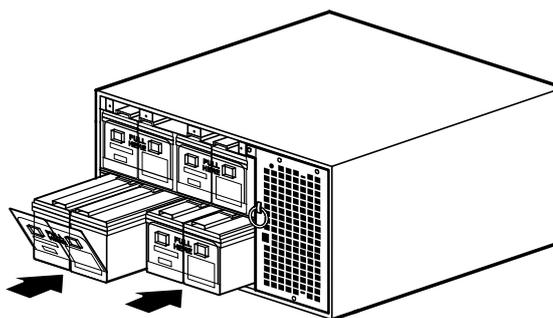

Рисунок 27. Установка батарейных лотков ИБП
3. Задвиньте батарейные лотки в шкаф (см. Рисунок 27). Убедитесь в правильном положении каждого лотка, прежде чем задвигать его на место.